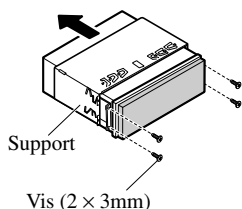

Fig. 13
• Retirez le support. (Fig. 13)